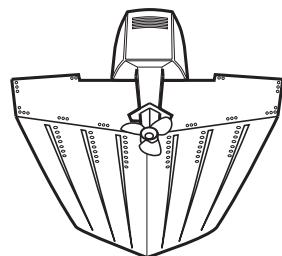

Рис.1:
* Исключительно важно разместить излучатель там, где он не будет находиться в области завихрений воды. Когда судно движется по воде, завихрения воды создаются весом судна и вращением винта. Наибольшие завихрения воды возникают за ребрами и другими выступами на днище судна, а также в зоне, находящейся непосредственно за винтом (рис.1). На судах с подвесным или полустационарным мотором следует размещать излучатель на расстоянии не менее 40 см от винта (винтов).